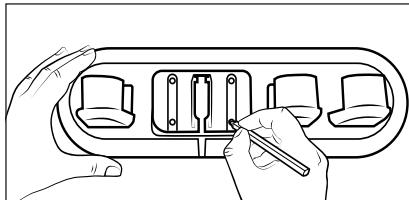

Abb. 5
- 3) Benutzen Sie die Zubehörhalterung 16 zum Anzeichnen der vier Bohrlöcher an der Wand (siehe Abb. 5).